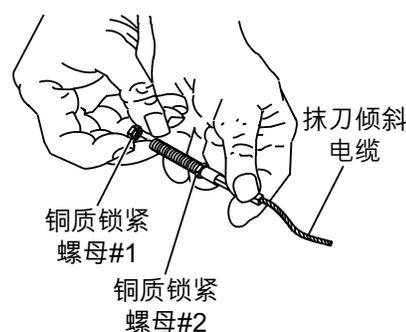

图11. 抹刀倾斜电缆
3. 如(图11)所示，将#1铜质锁紧螺母从抹刀倾斜电缆末端拆除。
4. 尽可能将#2铜质锁紧螺母(图11)穿向电缆。